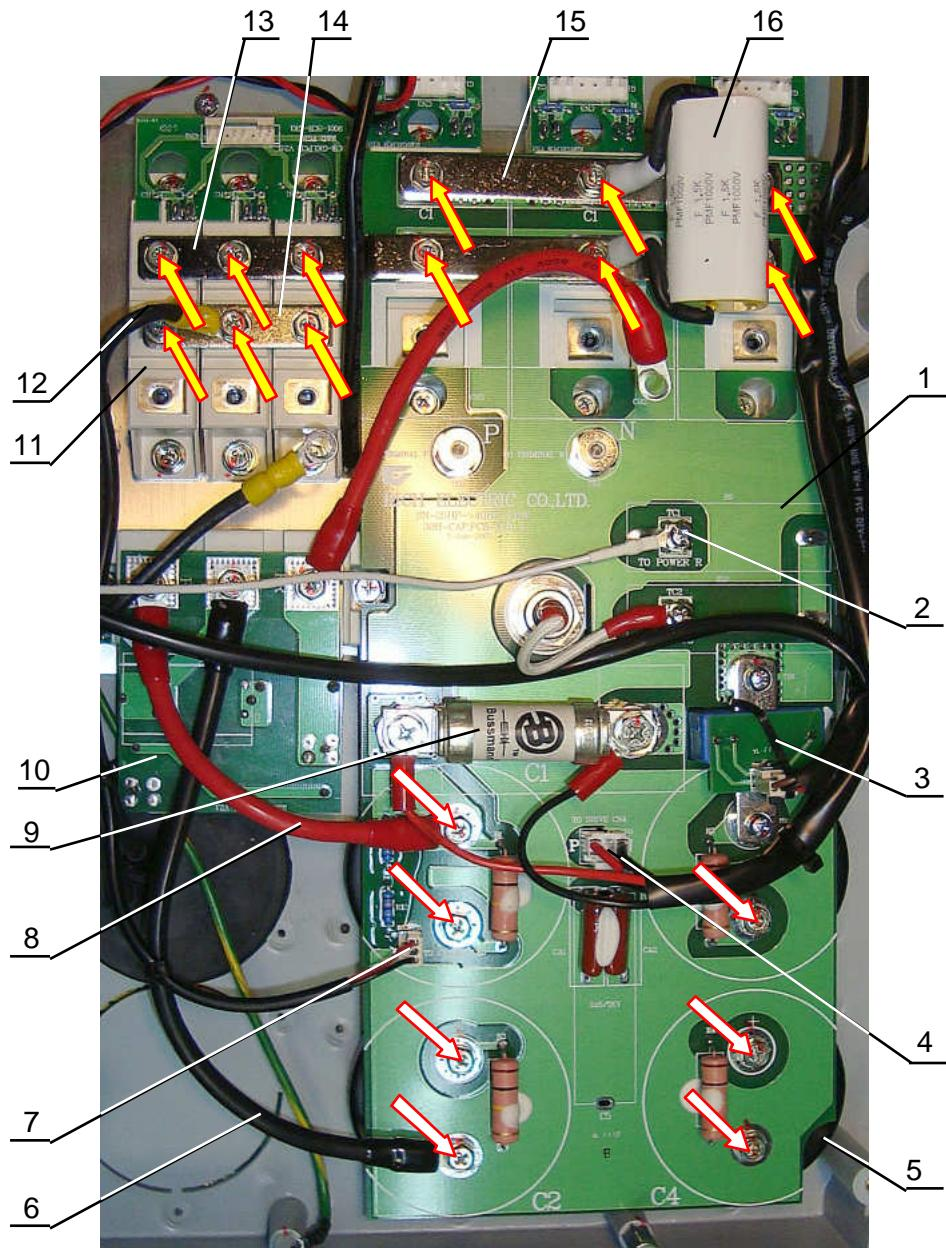

Рис. 6.15.
6.10.4. Выкрутить винт 2 крепления наконечника провода цепи предзаряда M3,5x8 с фигурной шайбой от клеммы ТС1 ёмкостной платы 1 (рис. 6.15). Положить винт в тару.
6.10.5. Отсоединить розетку 4 жгута питания платы драйверов от разъема CN3 ёмкостной платы (рис. 6.15). Жгут положить в тару.
6.10.6. Отсоединить розетку 7 жгута индикатора заряда от разъема CN1 ёмкостной платы (рис. 6.15).
6.10.8. Выкрутить двенадцать винтов (желтые стрелки на рис. 6.15) крепления шин 13, 14, и 15 к емкостной плате 1, диодно-тиристорным модулям 11 и модулям IGBT. Снять наконечник 12 вывода реактора, конденсатор 16 и шины 13, 14, 15. Положить шины, винты и конденсатор в тару.
6.10.9. Выкрутить семь винтов (белые стрелки на рис. 6.15) крепления емкостной платы 1 к конденсаторам 5. Снять наконечники проводов 6 и 8, снять емкостную плату. Положить плату и винты в тару